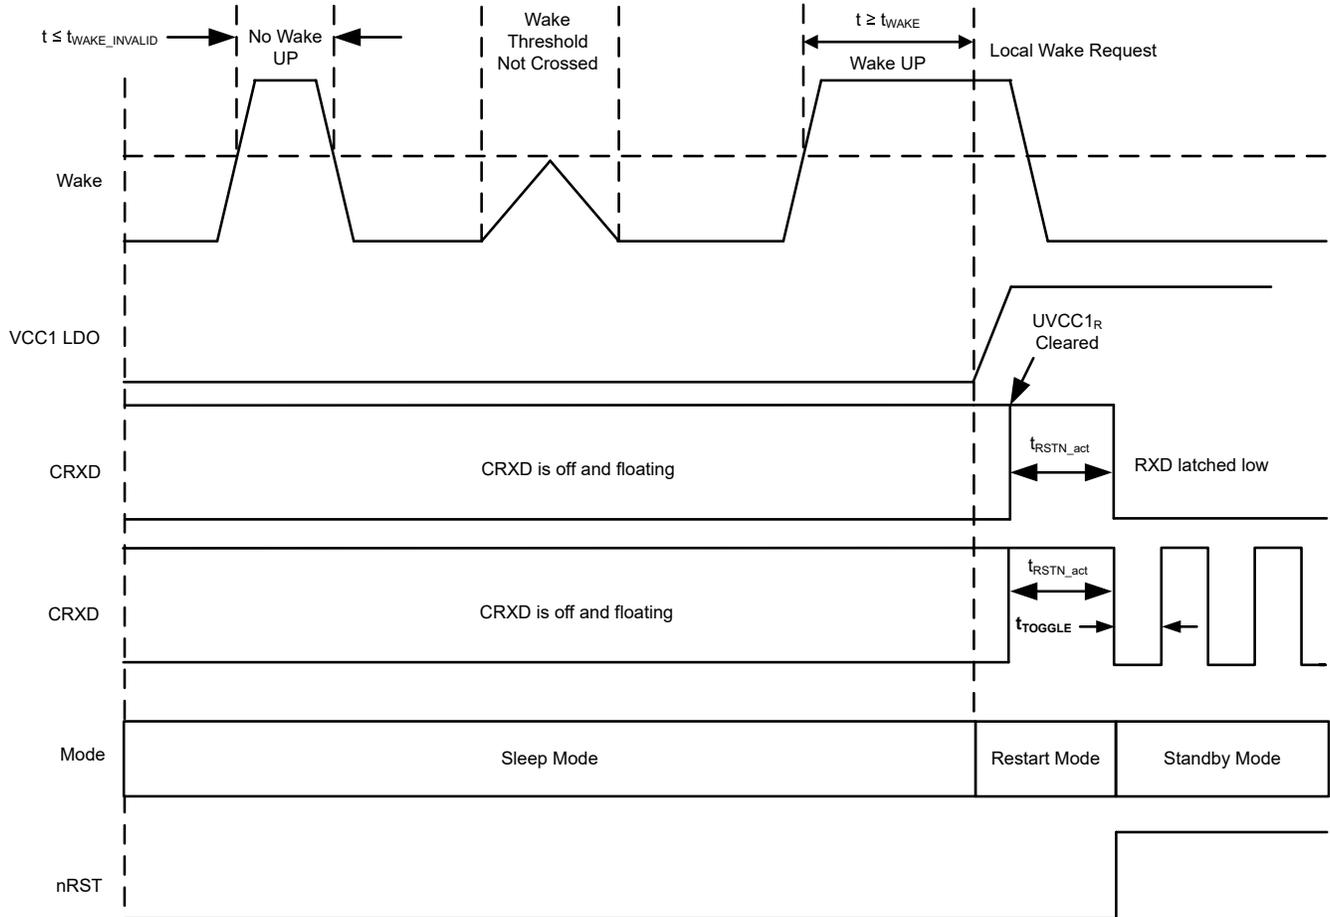
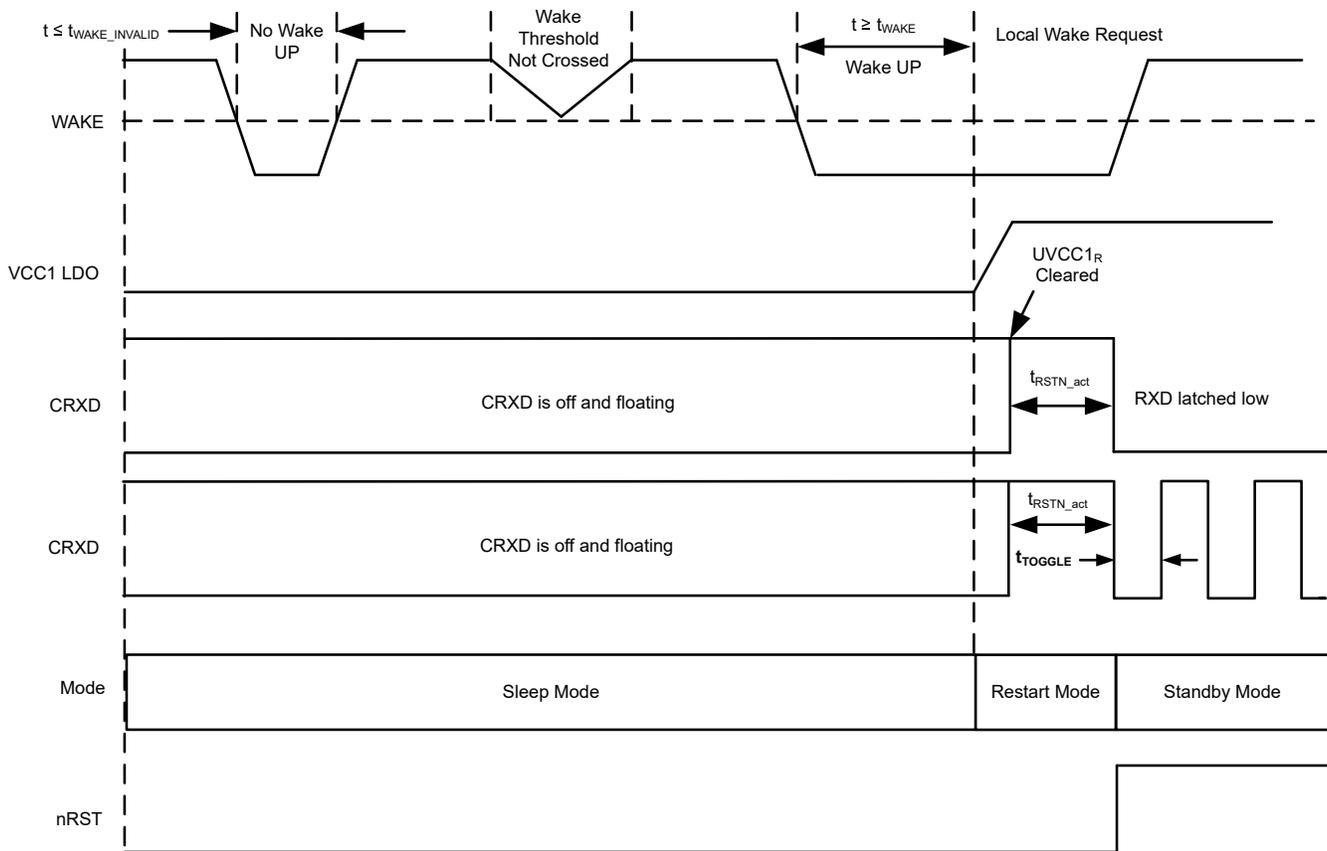

図 8-18. ローカルウェークアップ - 立ち上がりエッジ
図 8-19. ローカルウェイクアップ - 立ち下がりエッジ
WAKEx ピンは、WAKE_CONFIG2、WAKE_CONFIG4、WAKE_CONFIG5 レジスタ内の WAKEx_SENSE ビットのデフォルト値により、静的検出ウェークが初期設定になります。WAKEx ピンはデフォルトでは双方向入力ですが、WAKE_CONFIG レジスタ 8'h11[7:6] を使用することで、立ち上がりエッジと立ち下がりエッジの遷移に構成可能です。図 8-18 および 図 8-19 を参照してください。WAKE ピンはグランドに基づくウェーク入力であり、グランドまたは V_{SUP} に接続されたスイッチで使用できます。WAKEx ピンの入力スレッシュホールドは VCC1 レベルを基準にでき、プロセッサに直接接続または VCC1 レールに切り替えることができます。端子を使用しない場合は、不要な寄生ウェークアップを防ぐためにグランドへ接続します。デバイスがスリープ モードに移行すると、WAKE 入力の状態遷移を決定する前に、WAKEx 端子の電圧レベルが t_{WAKE} の間 Low 状態または High 状態である必要があります。 $t_{WAKE_INVALID}$ より小さいパルス幅はフィルタ処理されます。
- 図 8-18 と 図 8-19 は、立ち上がりエッジまたは立ち下がりエッジによる WAKE 入力の例を示しています。VCC1 > UVCC1 の状態でスタンバイモードに入ると、RXD は Low にプルされます。